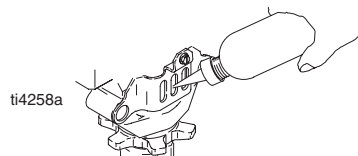

Abb. 12
8. Abb. 12. Packungsmutter mit Graco-TSL-Flüssigkeit füllen, bis die Flüssigkeit oben auf die Dichtung fließt.